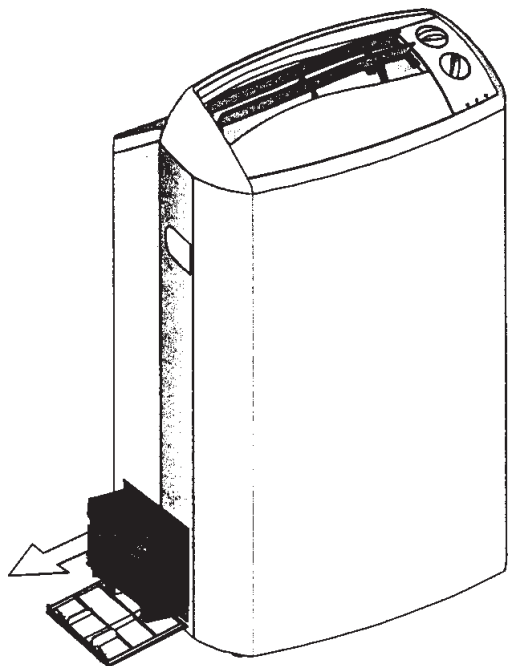

Рис. 19
При высокой влажности воздуха емкость для сбора конденсата может быстро заполниться. Для слива конденсата отключите кондиционер, подождите около 5 минут и вылейте воду из емкости (см. рис. 19).
1. Откройте дверцу в боковой стенке кондиционера (см. рис.19).